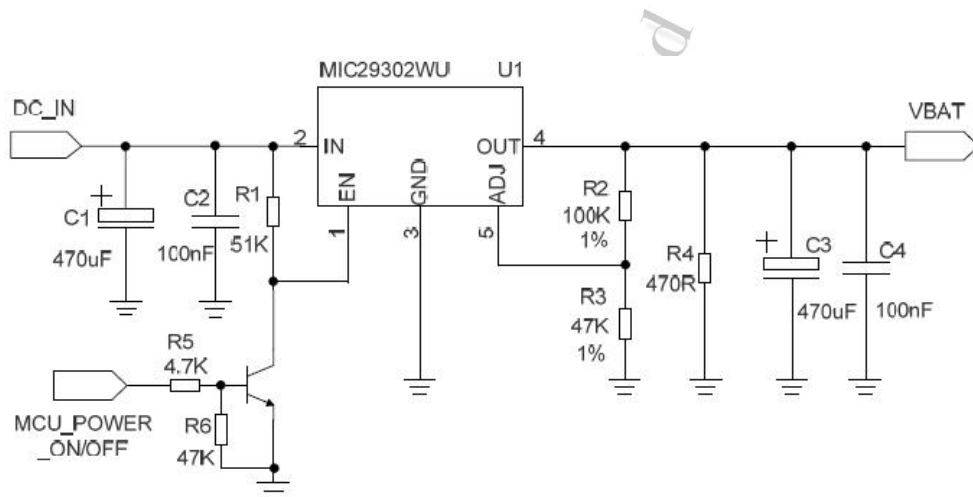

图 5：供电输入参考设计
- 2、模块带充电功能，如果客户使用图 5 的方式设计电源，需要在软件中关闭充电功能，或者在 VBAT 通路上串接肖特基二极管，防止电流反向流入电源芯片。